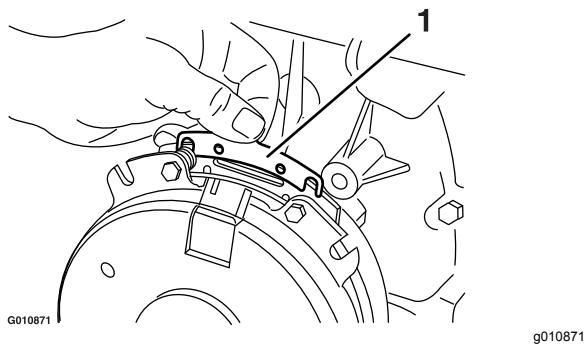

Figura 72
- B. Usando un alicate de punta fina, o a mano, sujeté la pestaña y retire el suplemento (Figura 72).